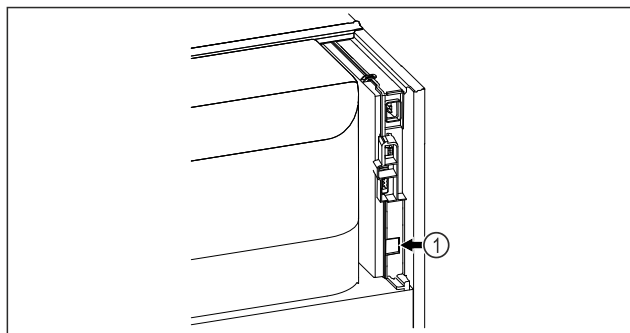

Fig. 95
- ❑ SmartModule Fig. 95 (1) je nasadený.